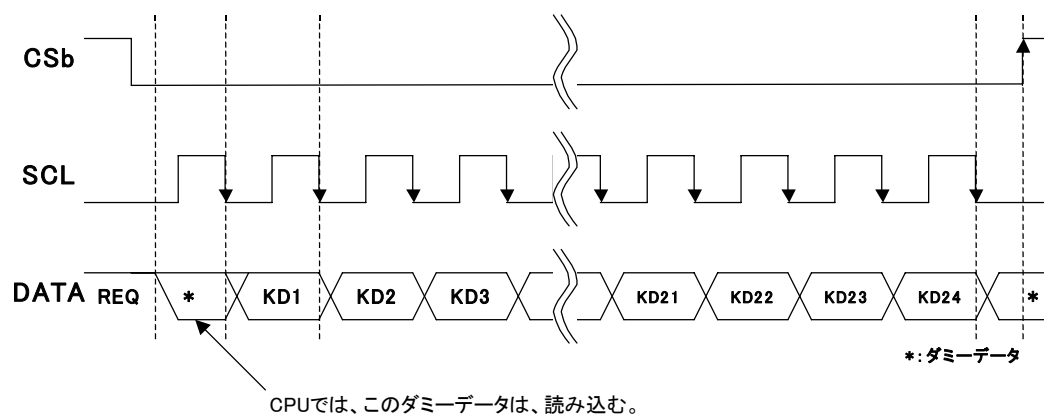

図 5 キーデータ転送タイミング
キーデータの読み出しは、CSb が「L」になっている時、SCL の立ち下がりで、DATA 端子からダミーデータ→KD1~KD24→ダミーデータ（余分なクロックが入力されたとき）の順でデータを出力します（図5参照）。よって、CPU によるキーデータ読み込みは、SCL の立ち上がりで行ってください。このとき、CSb が立ち下がったとき、SCL の状態は、「H」でも「L」でも、NJU6010 は、キーデータの読み出しが可能です。（図5 ①②参照）しかし、①の場合、CPU 側では最初のダミーデータの読み込みは、行えません。これに対し②の場合は、最初のダミーデータの読み込みを行うように、それぞれ CPU 側での設定が必要になります。